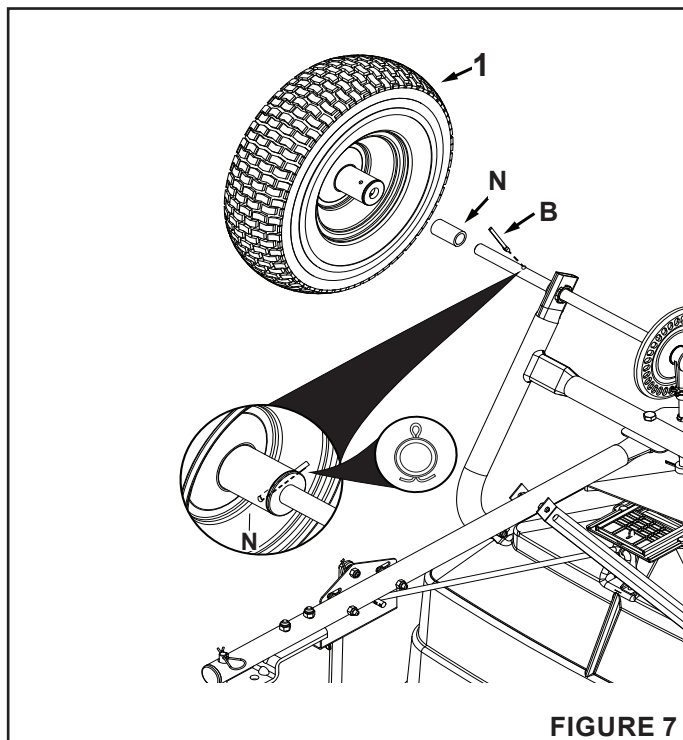

FIGURE 7
ÉTAPE 7 : (VOIR FIGURE 7)
- Fixez une roue du côté gauche de l'essieu en glissant une entretoise (N) sur l'essieu, suivie d'une roue (1). Fixez la roue à l'essieu à l'aide d'une grande goupille fendue (B) insérée à travers la roue et le trou de l'arbre. Repliez les extrémités de la goupille pour la maintenir en place. Voir figure 7.